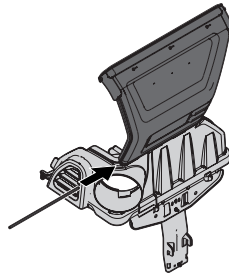

Figure 11
5. Installez le couvercle supérieur de l'ensacheuse en alignant les onglets du couvercle et en faisant glisser la broche de montage dans le canal, comme illustré à la Figure 11.